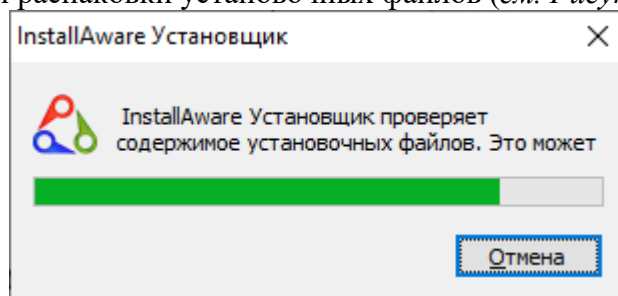

Рисунок 2.4.2
- дождаться распаковки установочных файлов (см. Рисунок 2.4.2);